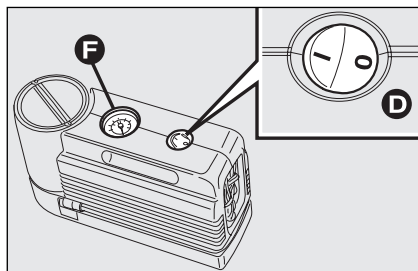
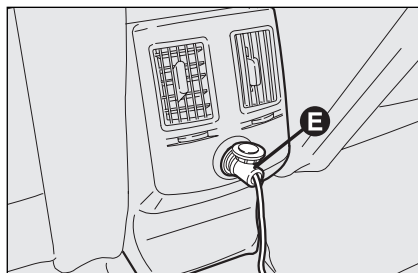

fig. 4
fig. 5
- ☐ s'assurer que l'interrupteur **D**-fig. 4 du compresseur est en position 0 (éteint), lancer le moteur, insérer la fiche **E**-fig. 5 dans la prise de courant la plus proche et actionner le compresseur en déplaçant l'interrupteur **D**-fig. 4 en position I (allumé). Gonfler le pneu à la pression prescrite au paragraphe "Pression de gonflage" au chapitre "Caractéristiques Techniques".
Nous conseillons de vérifier la valeur de la pression du pneu sur le manomètre **F**-fig. 4 quand le compresseur est éteint, afin d'obtenir une lecture plus précise;